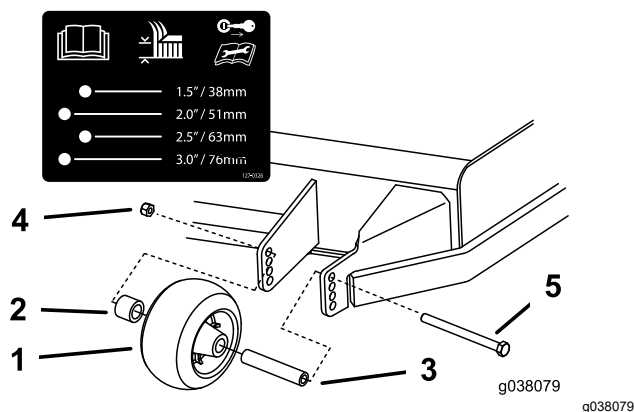

Figura 32
3. Regolate i rulli antistrappo come illustrato nella Figura 32.